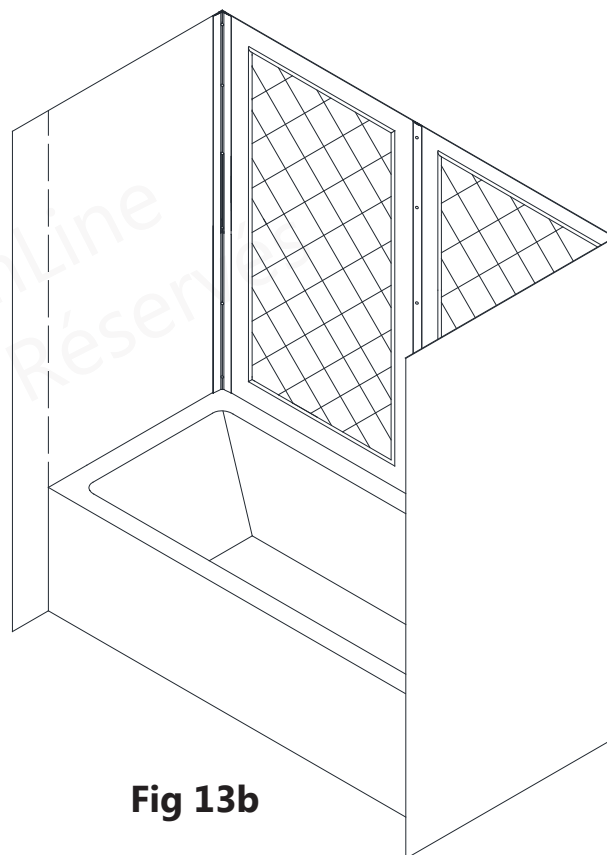

**Fig 12**
**12.** Répétez les étapes 10 et 11 et posez le **panneau arrière droit (N° 02)** sur le côté droit du mur arrière. (Fig 12)